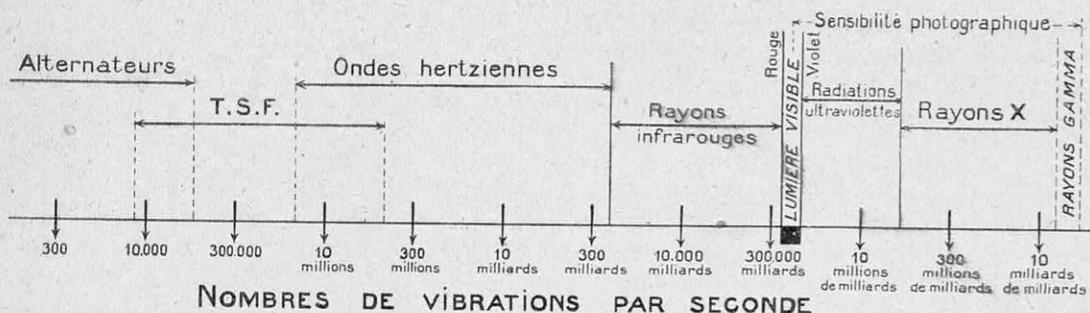

FIG. 11. — LES DIFFÉRENTES MODALITÉS DE L'ÉNERGIE RAYONNANTE
disposé au centre de la bobine; admettons, de plus, qu'on puisse rendre les inversions du courant dix millions de millions de fois plus fréquentes. Eh bien! nous aurons réalisé, dans l'espace commun aux deux appareils, une source de lumière jaune, émettant des ondes capables d'impressionner la rétine... Est-il bien utile de faire remarquer que la réalisation de courants aussi rapidement variables est une utopie irréalisable? Mais il suffit d'avoir les plus élémentaires notions de T. S. F. pour se rendre compte que c'est ainsi — ou à peu près ainsi — qu'on monte un poste émetteur d'ondes hertziennes. Ce qui nous fait sentir déjà la nature foncièrement identique de ces deux modalités du rayonnement, comme le montre plus en détail la figure 11.
Pour résumer en quelques mots les résultats qui viennent d'être rappelés, la lumière est une forme *très particulière* de l'énergie rayonnante, de nature identique à celle des ondes hertziennes, des rayons infrarouges (ou chaleur rayonnante), des radiations ultraviolettes, des rayons X et des rayons gamma, émis par les substances radioactives (fig. 11). Et l'énergie rayonnante n'est que de l'énergie électromagnétique se propageant à travers l'espace avec une vitesse, toujours la même, de 300.000 kilomètres par seconde. Ce qu'on entend par « rayon » est la trajectoire décrite par l'énergie ; quant à l'intensité du rayonnement, elle est sous la dépendance directe du maximum des valeurs des champs électrique et magnétique qui constituent l'onde, tout
3o Enfin, le rayonnement provoque des effets chimiques, et cette parenté entre l'énergie rayonnante et l'énergie chimique est si étroite que Jean Perrin s'est appuyé sur elle pour proposer une théorie séduisante (1), qui renferme une certaine part de vérité. C'est sur ces phénomènes, dits photochimiques, qu'est fondée la photographie, et, par suite, le cinématographe. C'est grâce à la photochimie que l'atmosphère reste respirable, puisque les plantes, au soleil, absorbent le gaz carbonique, le transforment en amidon et rejettent l'oxygène. Enfin, la vision elle-même est un phénomène photochimique, qui a son siège dans la rétine ; l'œil humain est aveugle pour l'immense majorité des radiations électromagnétiques (fig. 11), et, même pour la lumière visible, sa sensibilité est très inégale : maximum pour le jaune, elle s'annule pour le rouge et le violet extrêmes. A tel point que, en ce qui concerne la formation des images, le savant allemand Helmholtz a pu dire avec quelque raison que l'œil est un mauvais instrument d'optique. Mais il faut ajouter, pour sa défense, que l'œil voit les étoiles de sixième grandeur, ce qui correspond à la perception d'une énergie tellement minime que, si elle était absorbée par un milligramme d'eau, l'opération devrait se poursuivre pendant deux mille siècles pour que la température de ce milligramme d'eau s'élevât d'un degré !